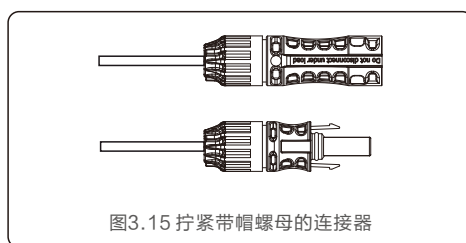

图3.15 拧紧带帽螺母的连接器
4. 将金属连接器插入连接器顶部, 并以3-4 Nm的扭矩拧紧螺母(参见图3.15)。